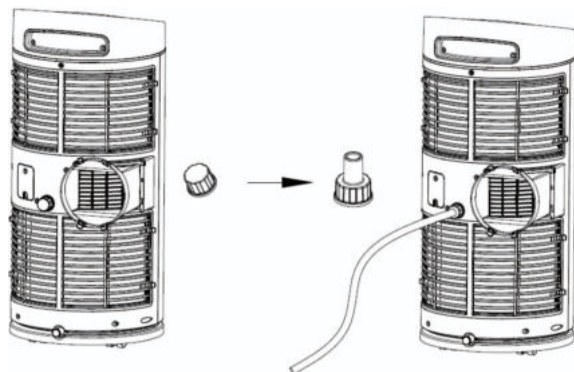

Abb. 9
3. Schließlich montieren Sie das Ablaufrohr auf den Ablaufwechsler (vgl. Abb. 9)